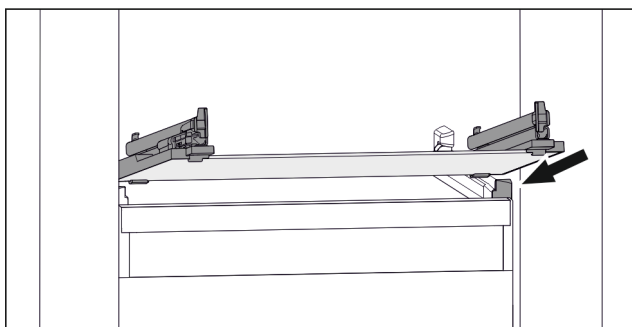

Fig. 38 Příklad znázornění skleněné desky
- ▶ Nasadte skleněnou desku šikmo za zářádky. (viz Fig. 38)